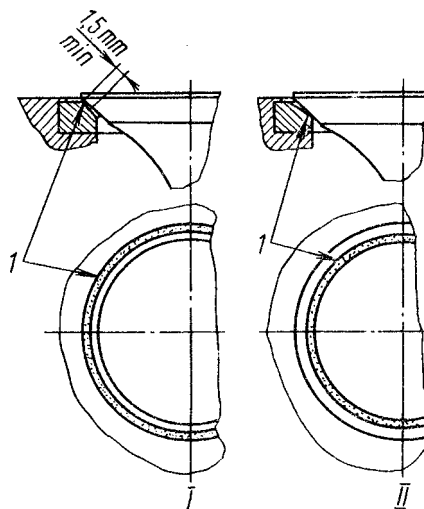

Рис. 96. Расположение матового пояска на седле клапана: I - поясок притертый; I - правильное; II - неправильное
- нанесите на фаску седла клапана тонкий равномерный слой пасты, смажьте стержень клапана моторным маслом. Притирку производите возвратно-вращательным движением клапана дрелью с присоской или приспособлением. Нажимая клапан, поверните его на 1/3 оборота, затем — на 1/4 оборота в обратном направлении. Не притирайте клапаны круговыми движениями. Притирку продолжайте до появления на фасках клапана и седла равномерного матового пояска шириной не менее 1,5 мм (рис. 96);
При правильной притирке матовый поясок на седле головки должен начинаться у большего основания конуса седла, как показано на рис. 96.